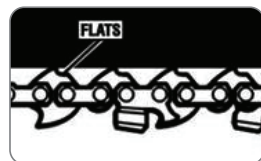

Abb. 4
Um übermäßigen Verschleiß der Kette und des Schwertes zu vermeiden, schmieren Sie diese während der Arbeit. Die Schmierung erfolgt automatisch. Arbeiten Sie niemals mit einer ungeschmierten Kette. Überprüfen Sie vor jedem Gebrauch, ob die Kette geschmiert ist und wie hoch der Ölstand ist (siehe Abb. 4). Verwenden Sie die Säge nicht, wenn der Ölstand unter die Marke „Min.“ fällt (etwa 5 ml Öl verbleiben). Füllen Sie Öl nach, bis das Sichtfenster für den Ölstand vollständig gefüllt ist.
4. Die Kette muss nachgespannt werden, wenn die Flachseiten der Treibglieder aus der Nut der Schiene hängen (siehe Abb. 4).